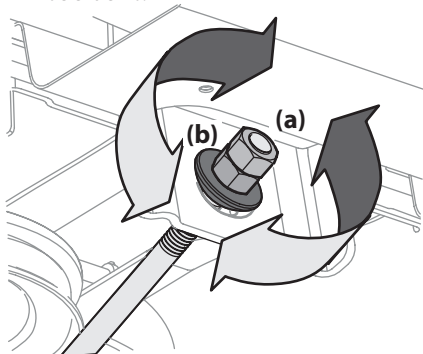

Figura 4-6
5. Para **elevar** el frente de la plataforma, quite la tapa de extremo, afloje la tuerca exterior (a), luego ajuste (enrosque hacia adentro) la tuerca interior (b) contra el soporte de la suspensión delantera. Consulte Figura 4-6. Una vez alcanzado el ajuste adecuado, vuelva a ajustar la tuerca exterior (a) y vuelva a colocar la tapa de extremo.
6. Para **bajar** el frente de la plataforma, quite la tapa de extremo, afloje la tuerca exterior (a), luego afloje (desenrosque hacia afuera) la tuerca interior (b) contra el soporte de la suspensión delantera. Consulte Figura 4-6. Una vez alcanzado el ajuste adecuado, vuelva a ajustar la tuerca exterior (a) y vuelva a colocar la tapa de extremo.